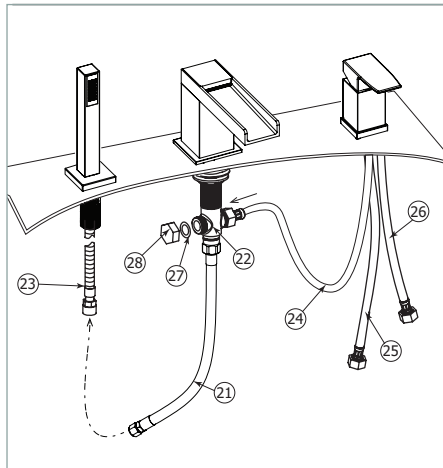

Fig.6
Connect the 1/2" female end of the extension hose (21) (included in box) to the bottom of the faucet shank (22). Then connect the other end of the hose (male connection) to the 3/8" handshower chrome hose end (23). Fig.6.
Raccorder le bout 1/2" femelle du boyau d'extension (21) (inclus dans la boîte) au bas du raccord du robinet (22). Ensuite, raccorder l'autre bout (mâle) du boyau d'extension au boyau chromé 3/8" de la douchette (23). Fig.6.